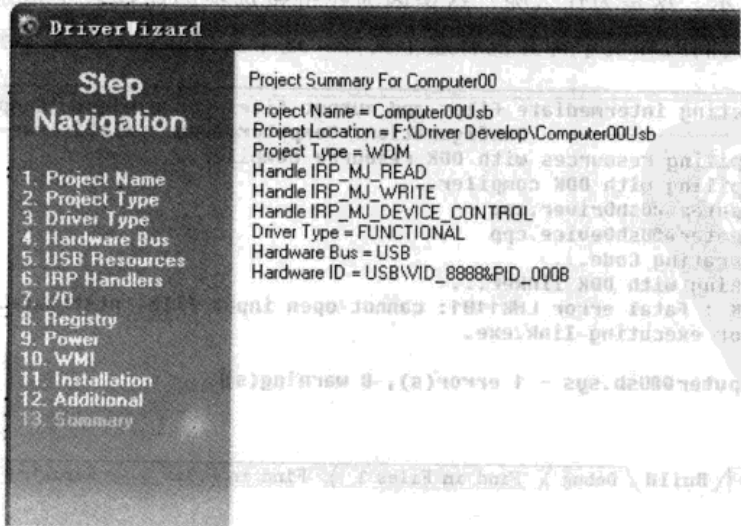

图 9.4.17 查看总结信息
(13) 查看总结信息，在这里可以大致检查一下设置是否正确，如果发现有错误，还可以后退修改。确认无误后，就可以单击 Finish 完成向导了，如图 9.4.17 所示。